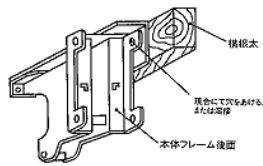

図10
6. 以下に示すイまたはロの方法で本体フレームの側面上側または下側を固定して下さい(図10参照)。故障等による取替えが発生したときのことを考慮し、イの方法を推奨いたします。
- イ. 本体フレームの側面取付穴(上側または下側)を基準にし現合にて横根太(木製横根太の場合は⑥の3項で取付けたアングルを含む)もしくは⑥の4項で溶接した鉄板または下側まで延ばしたアングルにφ13の穴をあけて下さい。この場合、本体フレームの側面取付穴を基準に穴中心位置を記した後一度本体フレームを取外し穴をあけて下さい。